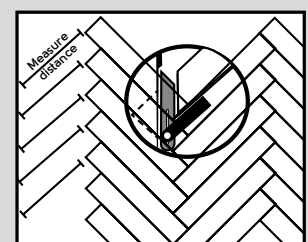

Fig. 9
10. El corte y la instalación de los tablonces adyacentes a las paredes deben realizarse de la siguiente forma: mida y marque los tablonces como se muestra en el diagrama. El ángulo de la pared se puede determinar con un medidor de ángulos (ver a continuación) (fig. 9).